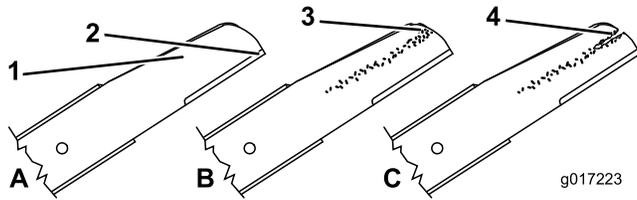
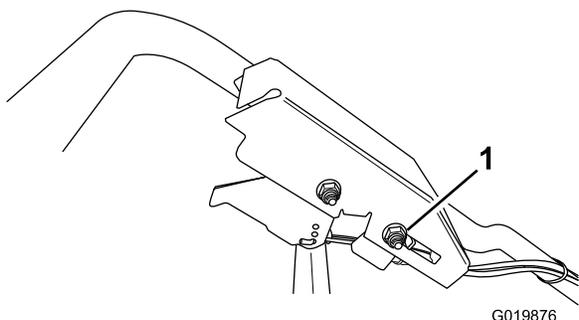

Figura 36
Figura 42
1. Inspeccione los filos de corte (Figura 36). Si los filos de corte no están afilados o tienen muescas, retire las cuchillas y haga que las afilen o cámbielas.
2. Inspeccione las cuchillas, especialmente la parte curva (Figura 42). Si observa cualquier daño o desgaste, o la formación de una ranura en esta zona (Figura 36), cambie las cuchillas inmediatamente por cuchillas nuevas.
2. Afloje la tuerca del soporte del cable (Figura 42).